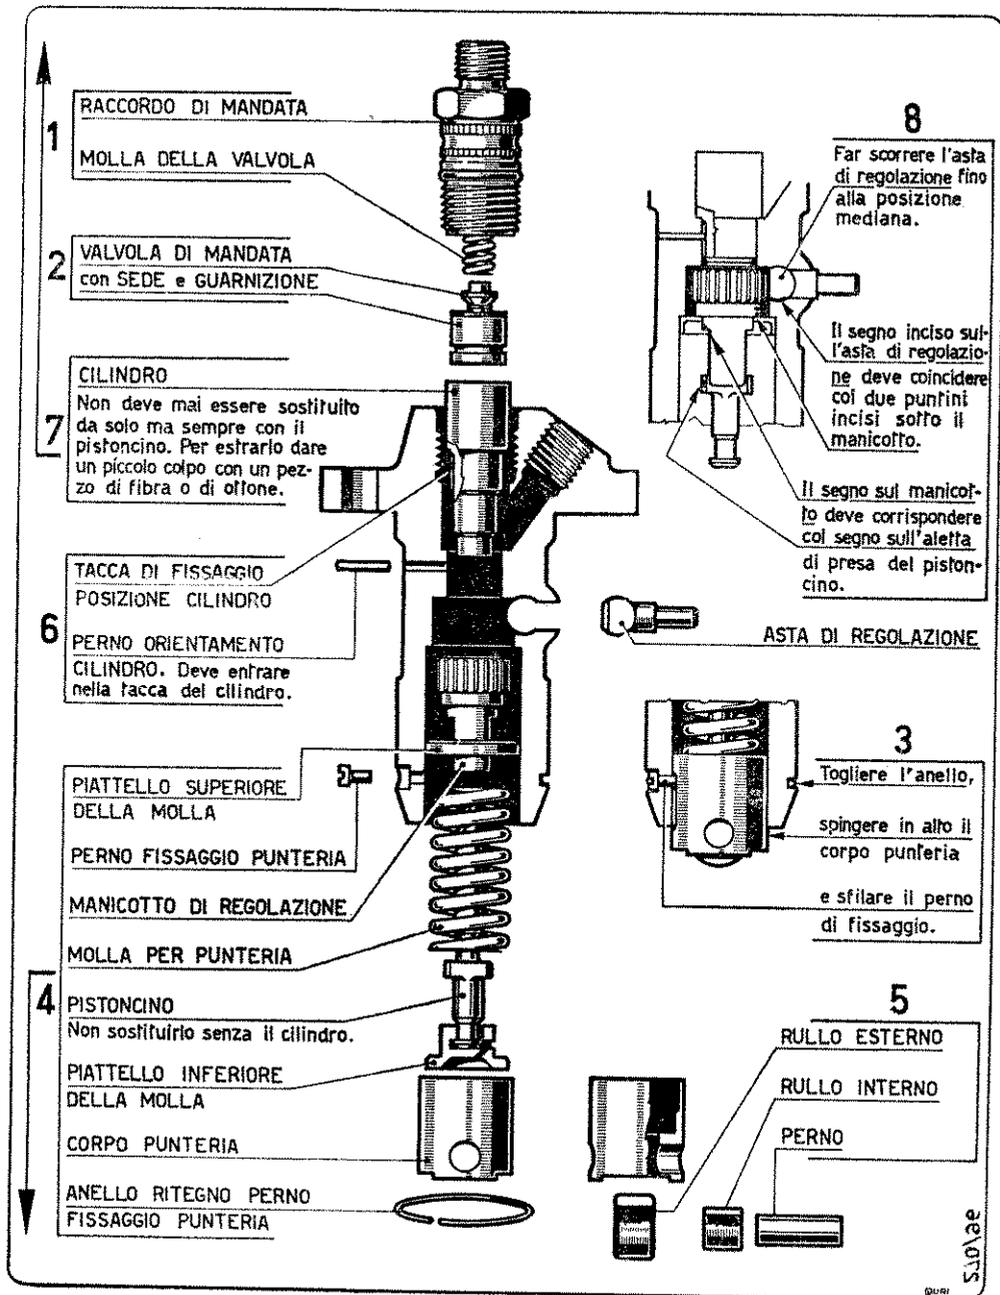

Fig. 1 - ISTRUZIONI PER LO SMONTAGGIO E IL RIMONTAGGIO DELLA POMPA INIEZIONE
A) Pompa iniezione. — E' del tipo BOSCH; è fissata in apposito alloggiamento del basamento. La camma agisce sul rullino del pompante tramite un bilanciere. Per quanto riguarda le istruzioni per lo smontaggio e il rimontaggio degli elementi che compongono la pompa iniezione vedere fig. 1 a pag. 6.